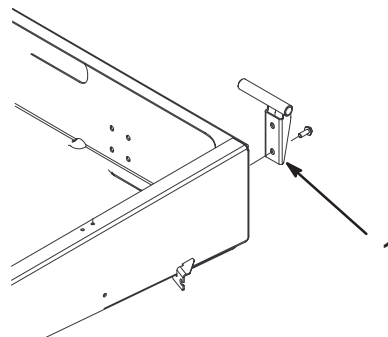

Figura 8
2. Monte el soporte del pivote de la izquierda en la esquina izquierda trasera del bastidor con dos tornillos (3/8 x 1 in.). Coloque el soporte tal y como muestra la Figura 8.